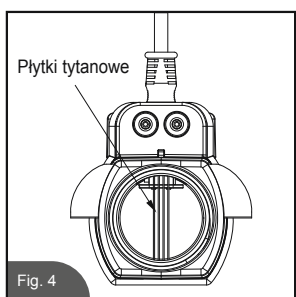

Fig. 4
4. Zajrzyj wewnątrz ogniwa elektrolitycznego w celu sprawdzenia czy nie osadził się w nim kamień (jasny kruchy lub łuszczący się osad). Jeśli osadził się, przejdź do kroku 5, w przeciwnym wypadku przejdź do kroku 6 (patrz rys. 4).